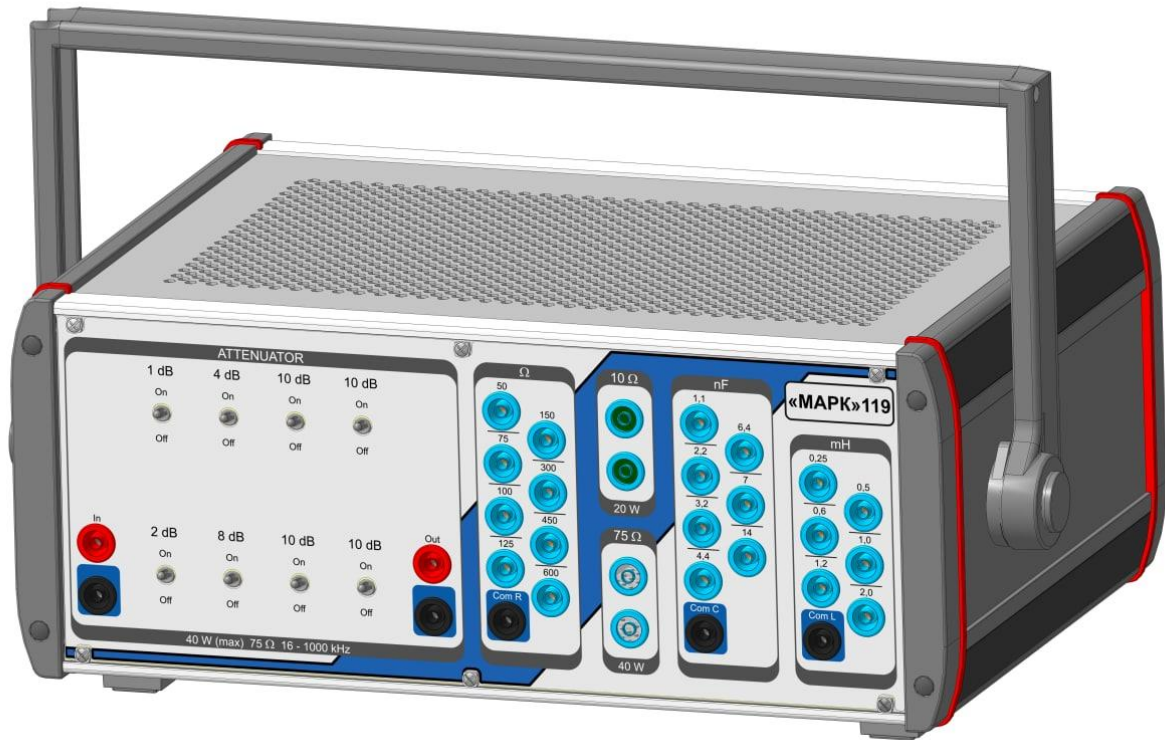

Рисунок 4.1 – Зовнішній вигляд МАРК
4.1 Зовнішній вигляд МАРКА показаний на рис. 4.1. Прилад виконано в уніфікованому прямокутному алюмінієвому корпусі з ручкою. Всі струмоведучі частини і елементи з'єднання надійно ізольовані від корпусу і недоступні для дотику. Виріб потребує заземлення.